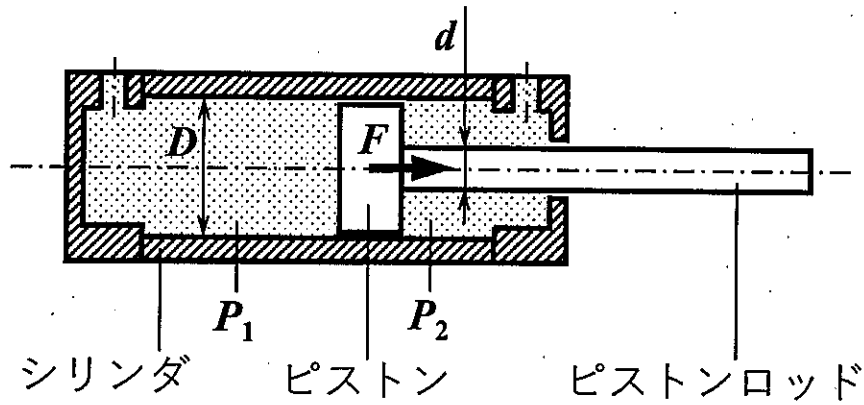
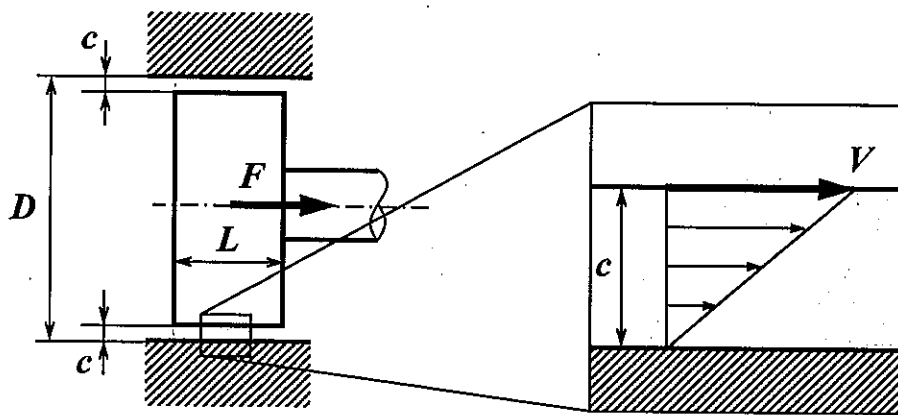

図 3-5
図 3-6
(1) 図 3-5 に示すように、シリンダ内径  $D$ 、ピストンロッド径  $d$  の空気圧シリンダの圧力室に、それぞれ  $P_1$ 、 $P_2$  ( $P_1 > P_2$ ) の圧力を印加した。ピストンに加わる力  $F$  を  $D$ 、 $d$ 、 $P_1$ 、 $P_2$  で表せ。また、 $F=100\text{ N}$ 、 $D=20\text{ mm}$ 、 $d=6.0\text{ mm}$ 、 $P_2=0.10\text{ MPa}$  のときの  $P_1$  を有効数字 2 桁で求めよ。
(2) 図 3-5 の空気圧シリンダのピストンロッドが速さ  $V$  で動いた。図 3-6 に示すように、ピストンとシリンダの間の空間は潤滑油で満たされており、ピストンにかかる力と潤滑油の粘性抵抗がつりあっているものとする。ピストンの長さを  $L$ 、シリンダとの隙間を  $c$ 、潤滑油の粘性係数を  $\mu$  としたとき、以下の設問に答えよ。